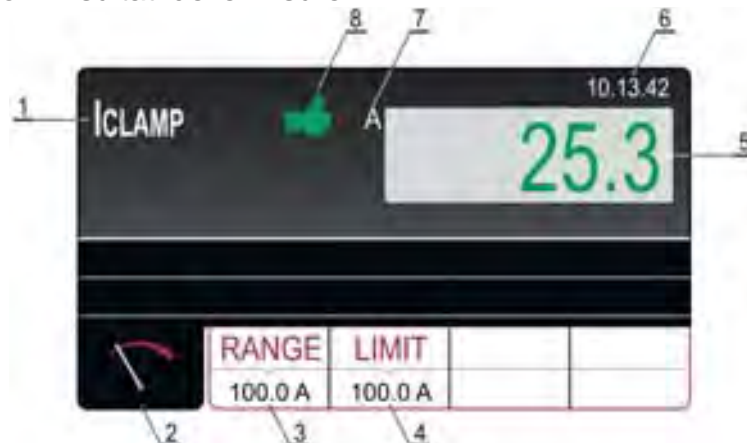

Fig. 70: Videata di misura della funzione ICLAMP
7. Avviare la misura premendo il tasto **START/STOP**. La misura è avviata e arrestata da una nuova pressione del tasto **START/STOP**. Il risultato del test è visualizzato in verde se inferiore o uguale o in rosso se superiore al valore limite impostato. Il risultato finale sarà accompagnato dal simbolo verde e da un segnale acustico breve (risultato OK) o dal simbolo rosso e da un segnale acustico prolungato (risultato non OK). La seguente Fig. 70 mostra un esempio di schermata con i risultati delle misure.